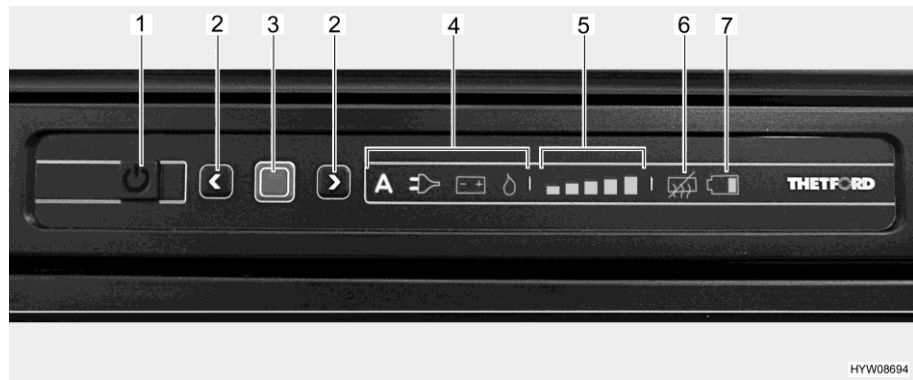

Fig. 256 Cuadro de mando de LED (frigorífico Thetford)
- Presionar la tecla On/Off (Fig. 256,1) por 1 segundo. La tecla se ilumina de color verde. Después de aprox. 10 segundos, la visualización se atenuará automáticamente por razones de ahorro de energía.
- Pulsar la tecla de confirmación (Fig. 256,3). Se visualizará el modo de funcionamiento seleccionado más recientemente.
- Pulsar la tecla de confirmación (Fig. 256,3) por aprox. 2 segundos. Los símbolos de modo de funcionamiento parpadean.
- Selección manual de energía: seleccionar la fuente de energía deseada usando las teclas de flecha (Fig. 256,2).
- Selección automática de energía (sólo en la versión con selección automática de energía): seleccionar el modo de funcionamiento "A" usando las teclas de flecha (Fig. 256,2).
- Confirmar la selección con la tecla de confirmación (Fig. 256,3).
- Pulsar de nuevo la tecla de confirmación (Fig. 256,3). El indicador de nivel de refrigeración (Fig. 256,5) parpadea.
- Para cambiar el ajuste, pulsar las teclas de flecha (Fig. 256,2) hasta que se visualice el ajuste deseado.
- Pulsar la tecla On/Off (Fig. 256,1) por aprox. 2 segundos. Todas las lámparas se apagan. El frigorífico está desconectado.
- Una vez conectado, el frigorífico automáticamente seleccionará el ajuste del termostato seleccionado más recientemente. Este reajuste puede modificarse manualmente con las teclas de flecha (Fig. 256,2). Pasan algunas horas hasta que el frigorífico alcanza la temperatura de servicio normal. Al cambiar a otro modo de funcionamiento, se conservará el ajuste del termostato.